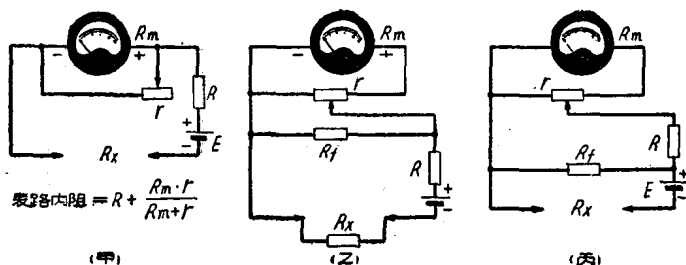
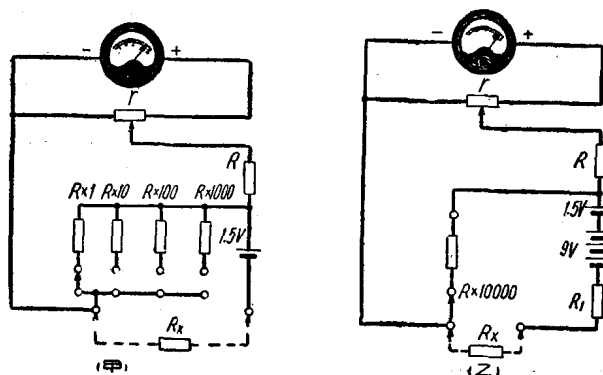

图 16
图 17
当电池用旧, 电压减低时, 电路中的电流也减小, 当短路 AB 两点时, 表头指针到不了电阻值的“零点” (也就是达不到 1 毫安)。这时可减小 R 的阻值, 增大电路中的电流。但 R 减小后, $R + R_m$ 也变小, 原来表盘刻度的 R_x 值与实际的 R_x 值就不一致了。如上例, 当电池 E 的电压降低至 1.2 伏时, R 必须改成 1100 欧, 才能使当 AB 两点短路时, 表针指满刻度^②。但要使表针指在正中, 就必须使 $R_x = R_m + R = 1200$ 欧, 而实际表盘刻度正中的读数则为 1500 欧, 比实际 R_x 值大了 25%。象这样直接调整串联电阻 R 的阻值来调整零点的电路误差太大, 很少应用。实际应用的电路见图 16。图中甲的调零点电阻 r 与表头并联, 成为分流电阻; 乙和丙的调零点电阻 r 亦与表头并联, 但另有 R_f 作为分流电阻。在这三种电路中只要适当选择 R 及 R_f 的阻值, 可以使 r 改变阻值时对全部电路的内影响较小, 误差也就小了。
① 因 $1.5 \div (100 + 1500) = 1$ 毫安。
② $1.2 \div (100 + 1100) = 1$ 毫安。
图 17 是 105 型表测量电阻时的电路，甲是 $R \times 1$ ， $R \times 10$ ， $R \times 100$ 的电路与图 16 丙相同，中心值①各为 12、120、1200 欧。因此当电池电压为 1.2 伏时电路中的满刻度电流各为 100、10 及 1 毫安。乙是 $R \times 1000$ 及 $R \times 10000$ 的电路，基本上与图 16 丙相同，只是限于表头灵敏度无法小到 0.1 毫安（当 $R \times 1000$ 时，如果电池电压仍为 1.2 伏，中心值 12000 欧，电路中满刻度电流应是 0.1 毫安），只好另加电池和串联电阻 R_1 ，使这两个测量范围电路中的满刻度电流达